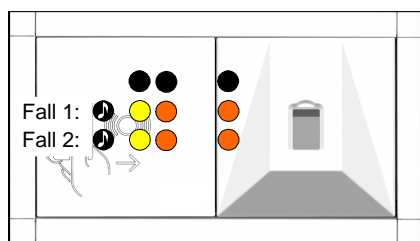

Abbildung 2
- LED 1, LED 2.3 und LED 3.3 leuchten kurz auf und der Beeper ertönt (Abbildung 2 - Fall 1)
- anschließend leuchten LED 1, LED 2.3 und LED 3.3 kurz auf und der Beeper ertönt (Abbildung 2 - Fall 2)